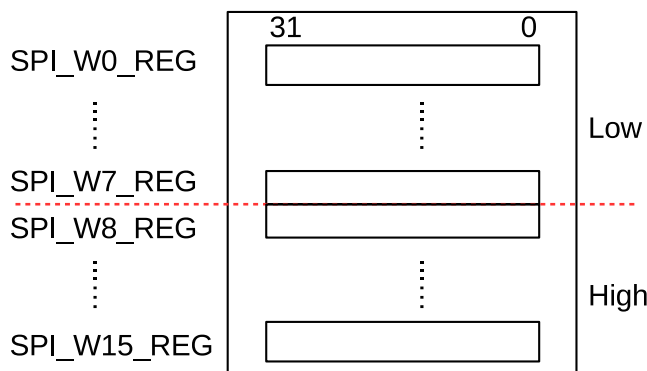

图 27.5-1. CPU 控制的传输中使用的数据 Buffer
GP-SPI2 提供了 16 个 32-bit 的数据 buffer，即 `SPI_WO_REG ~ SPI_W15_REG`，见图 27.5-1。CPU 控制的传输表示在该次传输中发送的数据来自数据 buffer 或接收的数据存入数据 buffer。在这种传输方式下，每次传输事务均需要先配置相关寄存器，然后由 CPU 来触发。因此，CPU 控制的传输只能是单次传输，即仅包含一次传输事务。CPU 控制的传输支持全双工通信和半双工通信。
- **SPI Buffer**：`SPI_WO_REG ~ SPI_W15_REG`，见图 27.5-1。CPU 控制模式下传输的数据在 SPI buffer 中准备。